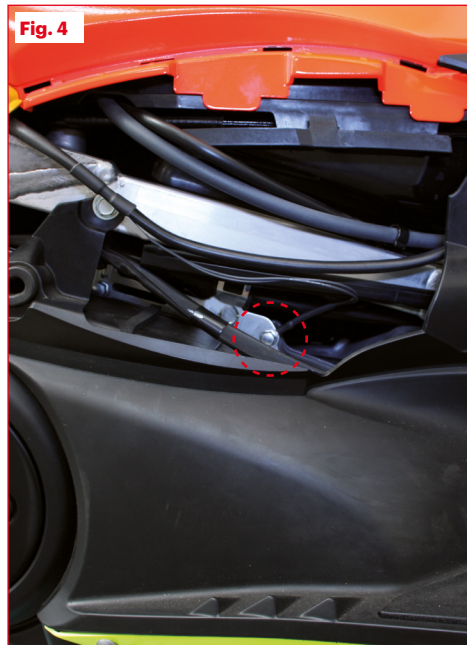

Fig. 5
- Appliquez au câble jaune du connecteur TPS positionné sur le corps à papillon (**Fig. 2**) qui sort du connecteur l'aiguille prise de tension fourni dans le kit Malossi (**Fig. 5**, point 1).
électronique à l'aiguille prise de tension (**Fig. 5, part. 1**).